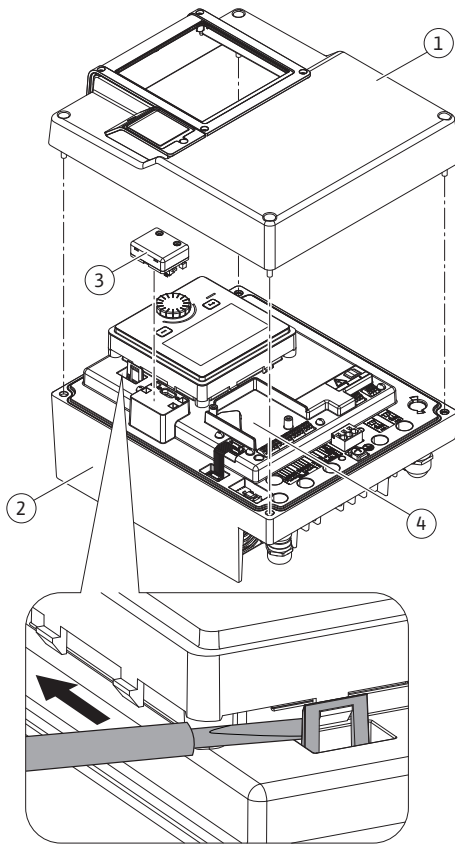
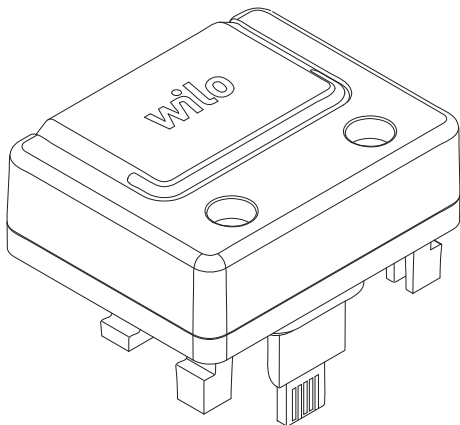

Fig. 26: Електронний модуль
Fig. 27: Модуль Wilo-Smart Connect BT
Інтерфейс Bluetooth модуля Wilo-Smart Connect BT (Fig. 26, поз. 3 і Fig. 27) призначено для підключення до мобільних пристроїв, як-от смартфон і планшет. Функція Wilo-Smart Connect розміщена в додатку Wilo-Assistant. За допомогою функції додатка Wilo-Smart Connect можна керувати насосом, налаштовувати його та зчитувати дані з нього. Налаштування див. в главі «Уведення в експлуатацію» [► 51].
1. Викрутити чотири гвинти верхньої частини електронного модуля (Fig. 26, поз. 1; Fig. 1, поз. 2).
3. Уставити модуль Wilo-Smart Connect BT у відповідний інтерфейсний пристрій Wilo-Connectivity Interface. Див. Fig. 26, поз. 3.
Модулі CIF (додаткове приладдя) призначено для обміну даними між насосами та BMS. Модулі CIF встановлюються в електронний модуль (Fig. 26, поз. 4)